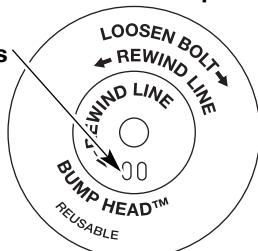

Fig. 16
**REMARQUE :** le SplitLineMC peut être utilisé seulement avec le moulinet intérieur à trous allongés. Le fil simple peut être utilisé avec les deux sortes de moulinet intérieur. Identifiez votre type de moulinet en vous référant à la Figure 16.